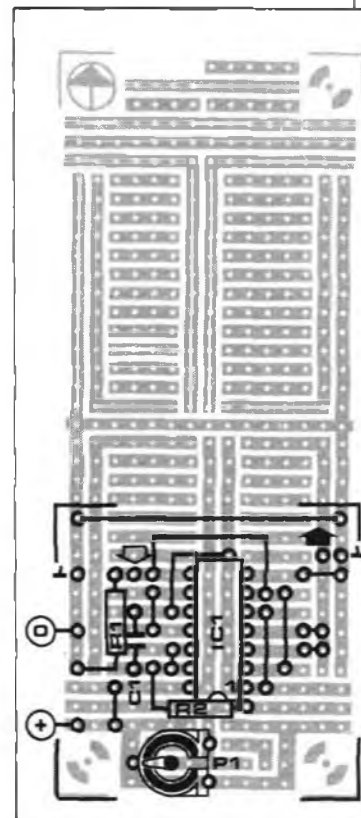

Figure 3 - Plan d'implantation des composants sur un petit bout de platine d'expérimentation.
La figure 3 donne un plan d'implantation des composants de l'inverseur d'impulsion sur un morceau de platine d'expérimentation de petit format. Avec un peu d'habileté il est possible de monter le même circuit sur une surface environ trois fois moins étendue que celle-ci, surtout si l'on plante les résistances et le condensateur de l'autre côté de la platine. Si vous n'avez pas d'expérience avec ce genre de montage microscopique, attendez-vous à de mauvaises surprises, du moins au début.
Comme cette limitation est gênante dans de nombreuses applications, notamment celles où l'alimentation ne peut pas être symétrique, les fabricants ont mis au point d'autres types d'amplificateurs opérationnels. Nous prendrons comme exemple le type 358, dont le schéma interne est représenté par la **figure 3**. Il présente la particularité de travailler jusqu'à zéro volt aussi bien en entrée qu'en sortie. Les entrées sont connectées à des bases
Figures 2 et 3 - Rappel de la structure interne de l'amplificateur opérationnel (LM) 741 (figure 2). Les entrées sont à transistors NPN. Schéma du LM 358 (figure 3) avec ses entrées à transistors PNP.